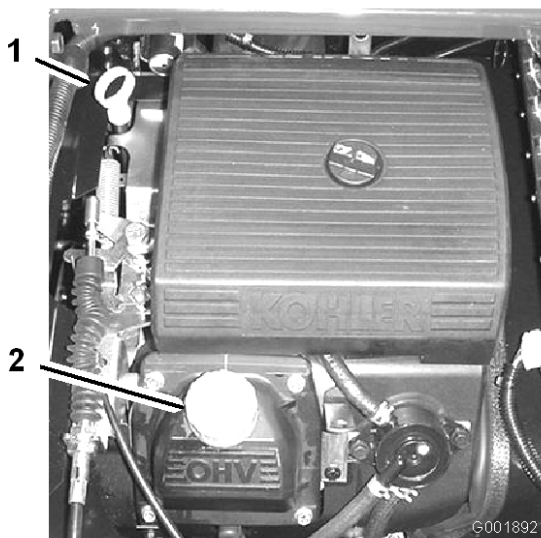

Bild 21
2. Nehmen Sie den Peilstab heraus und wischen Sie ihn mit einem sauberen Lappen ab (Bild 21). Stecken Sie den Peilstab in das Rohr und stellen Sie sicher, dass er vollständig eingeführt ist. Nehmen Sie den Peilstab heraus und prüfen Sie den Ölstand.
3. Wenn der Ölstand niedrig ist, nehmen Sie den Deckel des Einfüllstutzens von der Ventilabdeckung ab (Bild 21) und füllen Sie Öl auf, bis der Ölstand die Vollmarke am Peilstab erreicht. Angaben zur richtigen Ölsorte und zur Viskosität finden Sie unter „Warten des Motoröls“ unter Warten des Motors, Seite 51. Gießen Sie Öl langsam ein und prüfen Sie den Ölstand häufig während des Füllens. Füllen Sie nicht zu viel ein.